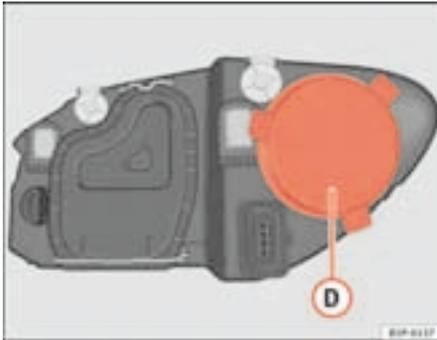

Fig. 165 Luz de población
- Retire la tapa ⇒ fig. 165 **D** tirando de la misma.